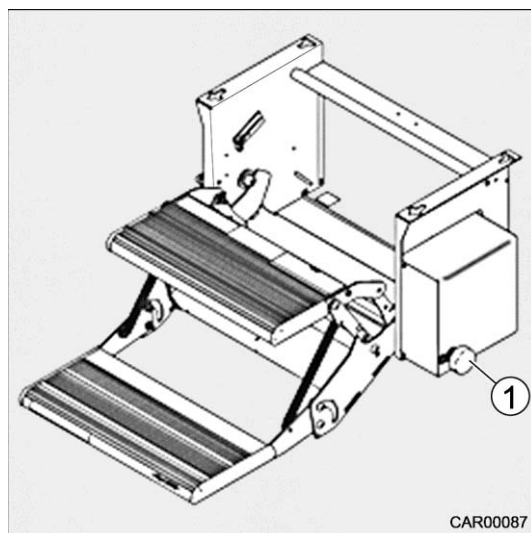

Fig. 15 Déverrouillage de secours
1. Tirer le bouton de commande (Fig. 15/1) sur le moteur du marche-pied vers l'extérieur.